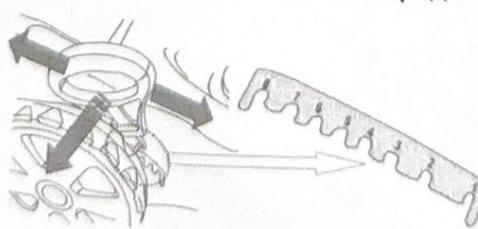

Рис. 15
- Верните рычаг в исходное положение, чтобы установить желаемую высоту среза. Убедитесь, что ручка плотно и надежно входит в свой зазубренный держатель. Такие препятствия, как скошенная трава, не должны мешать передвижению и работе газонокосилки. (рис.15).